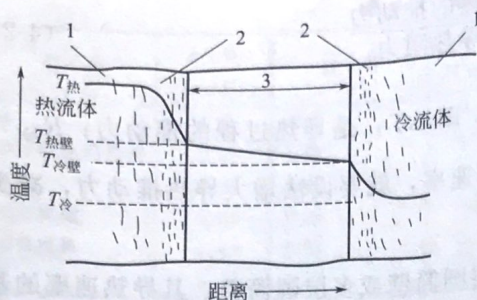

图 4-7 流体在壁面两侧流动及温度分布情况
(2) 给热过程 在化工生产中, 对流传热通常指流体和它直接接触的固体壁面相互之间的热量传递过程, 如图 4-7 所示, 冷、热两种流体通过一层隔壁进行传热, 热量从热流体传至隔壁, 再从隔壁传至冷流体, 这种传热过程也叫给热过程。
在流体流动过程中，靠壁面处会产生一个边界层，如图 4-7 所示，叫层流内层。层流内层的流体处于滞流（层流）状态。边界层以外的主体流体，其流动常处于湍流状态，称为湍流主体。湍流主体中的分子出现剧烈的扰动并产生相对位移，热传递以对流方式进行，传热速率高，温度下降很小，温度曲线接近水平线。靠壁面的层流内层，流体流动是作平行的直线运动，热传递以传导的方式进行。由于流体的热导率要比金属低得多，所以层流内层内传热速率很低，温度下降